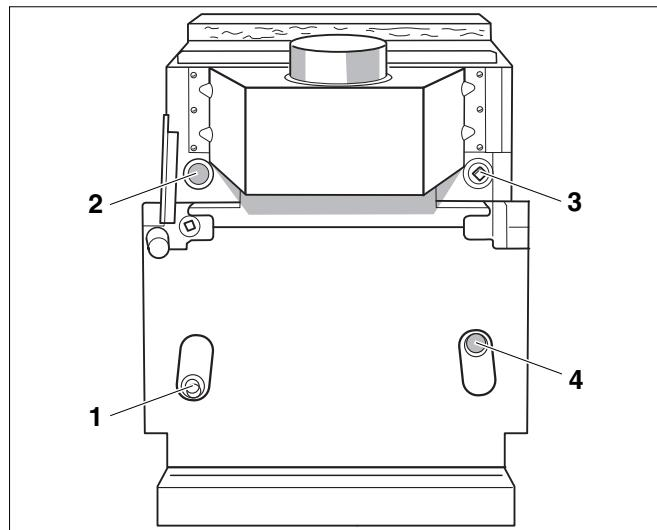

Рис. 10 Подключение водяного контура
- Подключите приборы безопасности на подающей предохранительной линии вне области прерывателя тяги, см. Рис. 10 à стр. 20.